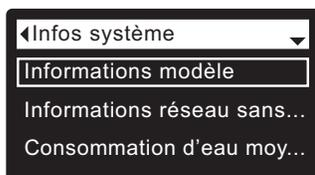

FIG. 63
3. Appuyez sur le sélecteur (O) pour afficher le menu des infos système (cf. Figure 63).
7. Après avoir pris connaissance des renseignements sur un écran, appuyez sur le sélecteur (O) : l'afficheur reviendra au menu des infos système (cf. Figure 63) (le retour sera automatique si vous n'enfonchez aucun bouton pendant quatre minutes).